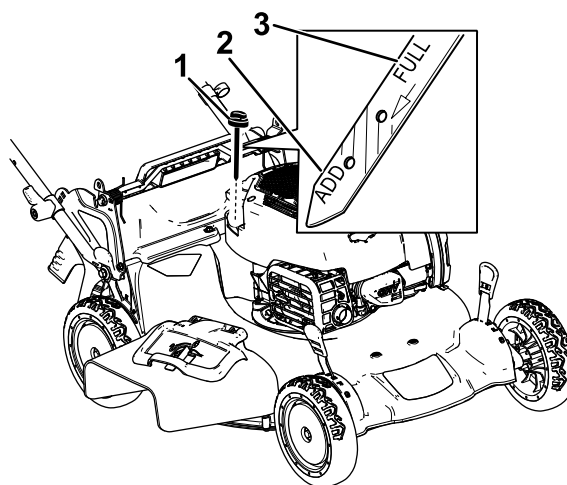

Figura 28
3. Retire la varilla girando el tapón en el sentido contrario a las agujas del reloj y tirando del mismo (Figura 28).
10. Observe en la varilla el nivel de aceite (Figura 28).